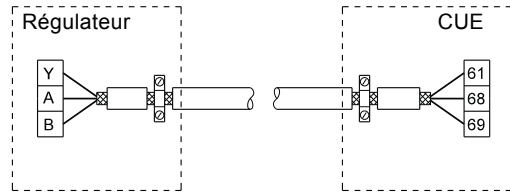
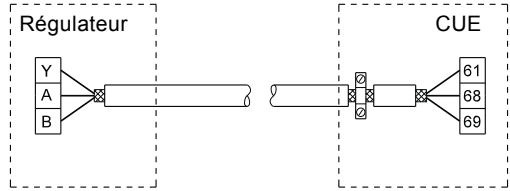

Fig. 22 Exemple de branchement d'un câble bus à 3 conducteurs, avec blindage connecté aux deux extrémités
Fig. 23 Exemple de branchement d'un câble bus à 3 conducteurs, avec blindage connecté au CUE (régulateur sans presse-étoupes)
- Raccorder le blindage au cadre aux deux extrémités câbles de signal et câbles du moteur. Voir fig. 22. Si le régulateur n'a pas de presse-étoupes, raccorder seulement le blindage au CUE. Voir fig. 23.